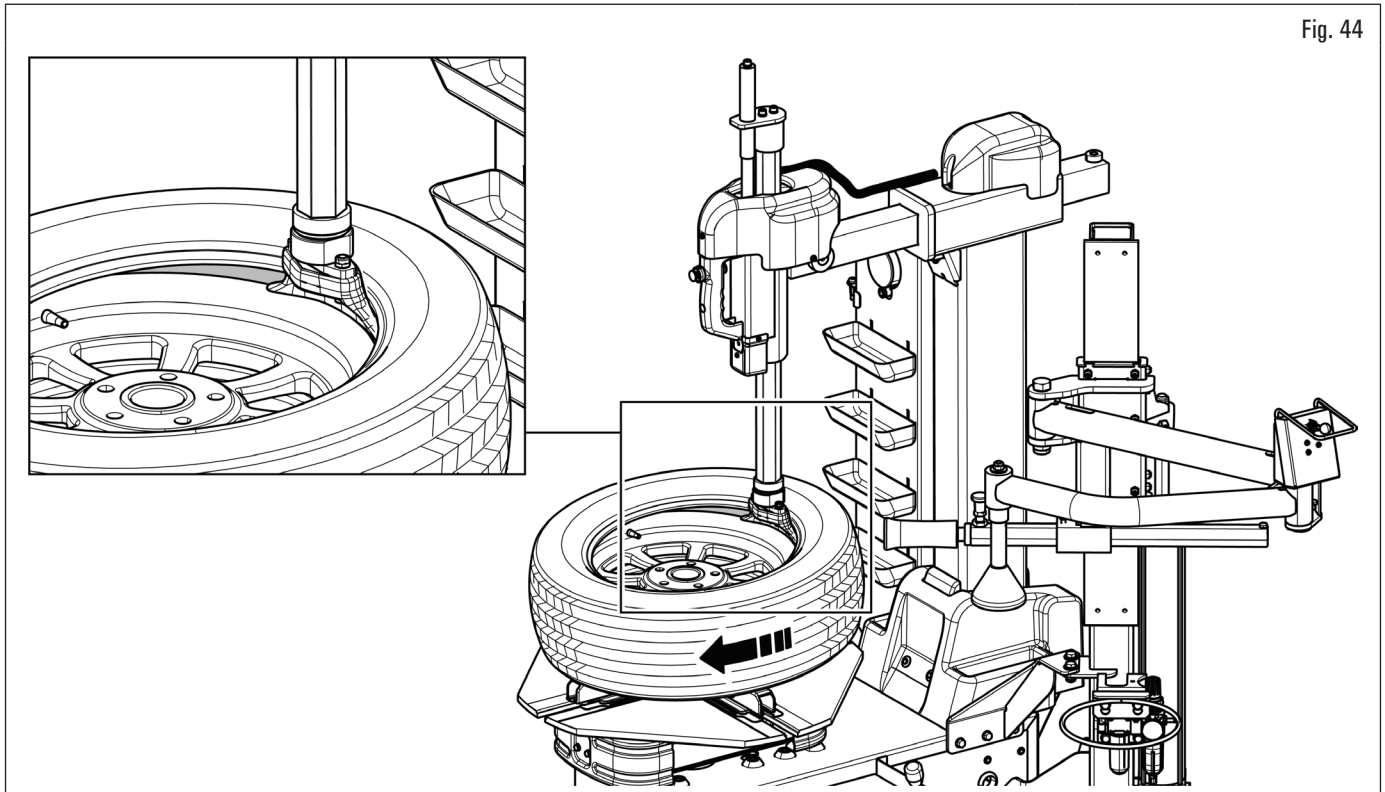

Fig. 44
6. répéter les opérations pour le talon supérieur du pneu, comme indiqué Fig. 44 ;